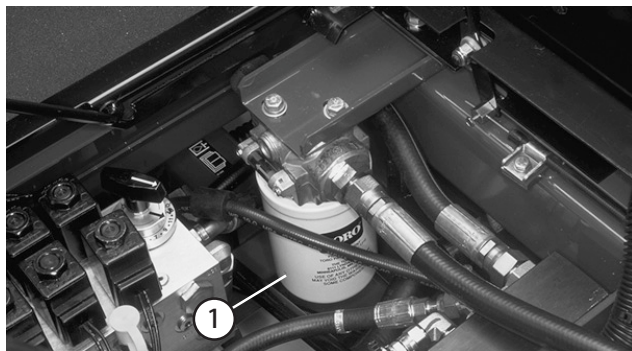

図 59
2. フィルタ容器の周辺をウェスできれいにぬぐう (図59)。フィルタの下に廃油受けを置いてフィルタを外す。